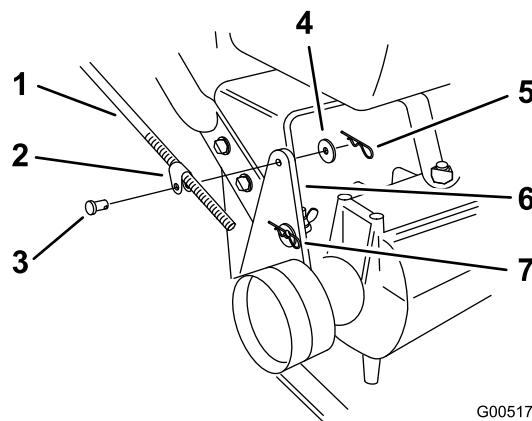

Figure 39
2. Vérifiez le fonctionnement. Si un réglage est nécessaire, retirez la goupille fendue, la rondelle et l'axe de chape qui fixent la tige de commande au support de la poulie de tension (Figure 39).